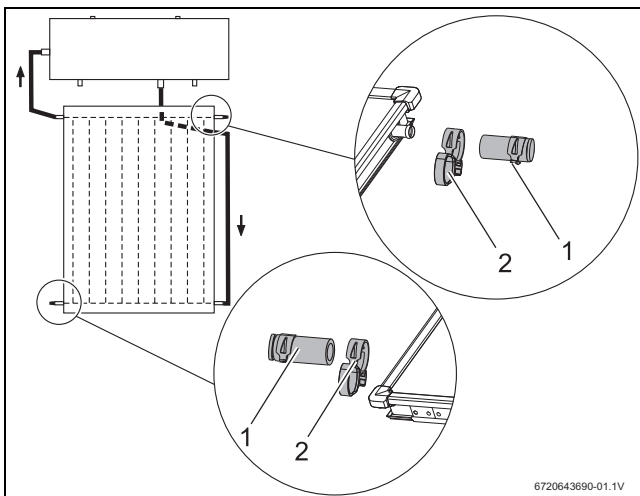

Fig. 54 Abrazadera con anillo tensor y tapones obturadores premontados
- ▶ Coloque los tapones obturadores premontados (fig. 54, [1]) con abrazaderas de fleje elástico [2] en las dos conexiones libres del campo del colector.